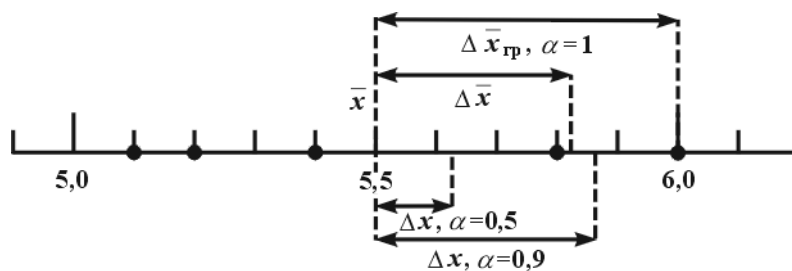

Рис. 1.1
1. В простейшем случае указывается *предельная абсолютная погрешность* $\Delta x_{\text{пр}}$ — наибольшее отклонение результатов измерений от среднего арифметического. Например, если при измерении диаметра стержня получены значения: 5,2 мм, 5,8 мм, 6,0 мм, 5,1 мм, 5,4 мм, то среднее значение диаметра $\bar{x} = 5,5$ мм, а $\Delta x_{\text{пр}} = 0,5$ мм (рис. 1.1). В результате $x = (5,5 \pm 0,5)$ мм с вероятностью $\alpha = 1$ (то есть, все измеренные значения попали в интервал $]\bar{x} - \Delta x_{\text{пр}}, \bar{x} + \Delta x_{\text{пр}}[$).
Так, для рассмотренного примера $\Delta x = 0,32$ мм, но, как видно из рис. 1.1, не все результаты попали в этот интервал. Вследствие своей простоты этот способ иногда применяется на практике.